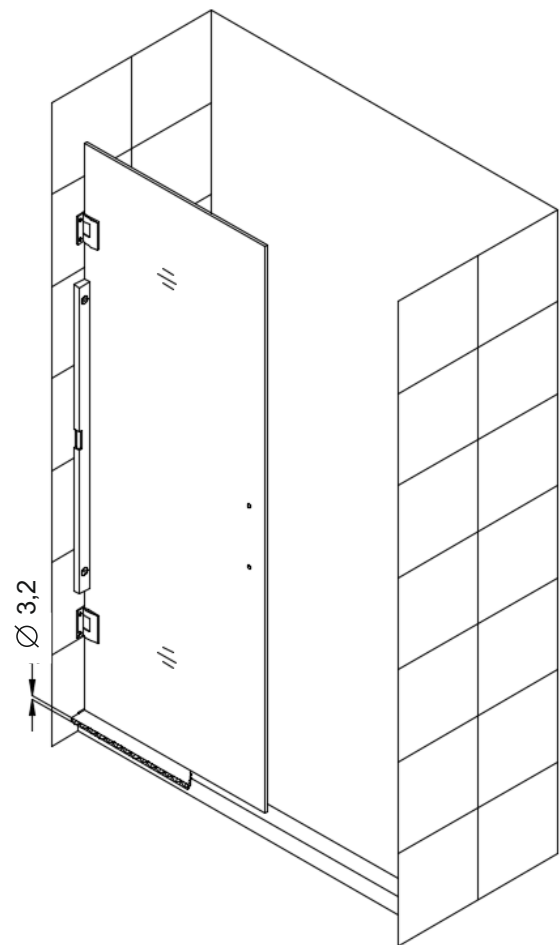

Рис. 2
2. Поместите плоский деревянный брусок толщиной 15 мм на порог душа. Затем установите дверное стекло (1) на древесину. Осторожно установите дверь шарнирной стороной к стене, отрегулируйте его положение и выровняйте его по вертикали. См Рис. 2 инструкции.